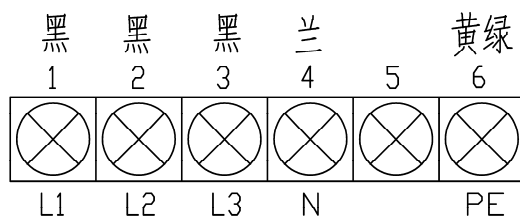

图 3
1、电源安装： 请按铭牌提示电压、功率选择电源插座，选择 1.5mm²或以上的电线接入电控柜底部的电源进线端子上，如图 3 所示。L1、L2、L3 表示A、B、C三相线(三相线为黑色)，N为零线（零线为兰色），PE为地线（地线为黄绿线）。